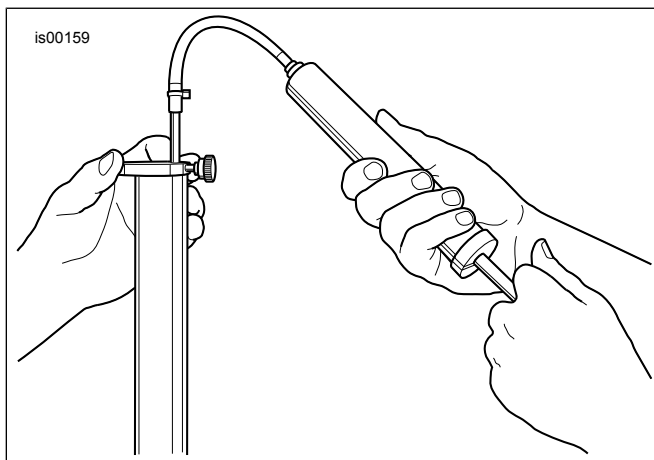

Figura 6. Remoção do excesso de óleo do garfo
- d. Veja a Figura 6. Insira a vareta no topo do tubo do garfo até que o anel de metal se apoie niveladamente no topo do tubo do garfo, e o tubo externo do garfo esteja empurrado totalmente para baixo.
13. Rosqueie a contraporca (17) pelo cartucho até encostar no final.
14. Instale a mola (8) no tubo do garfo.
15. Instale um novo anel de vedação "o-ring" do kit de recondição sobre o tampão do garfo (6).
16. Empurre a mola (8) para baixo e instale a placa terminal da mola (11) entre a mola e a contraporca (17) com o lado côncavo para cima.
17. Instale o tampão do garfo (6) no conjunto do cartucho. Rosqueie o tampão totalmente até chegar ao final, depois rosqueie a contraporca (17) até o tampão e aperte.